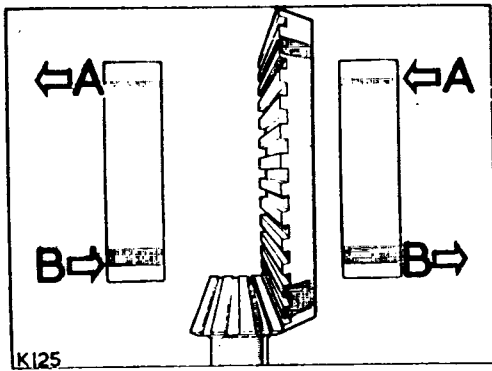

Fig. E1-63.- Ajuste del juego entre dientes del piñón y corona.
6.18.- Con un micrómetro de esfera, se comprobará el juego entre dientes de la corona y piñón de ataque, el cual debe estar comprendido entre  $0,008''$  y  $0,010''$  ( $0,20$  y  $0,25$  mm.). Cuando sea necesario, el ajuste se hará aflojando y apretando alternativamente las tuercas con muescas (Fig. E1-63) hasta conseguir el juego correcto.